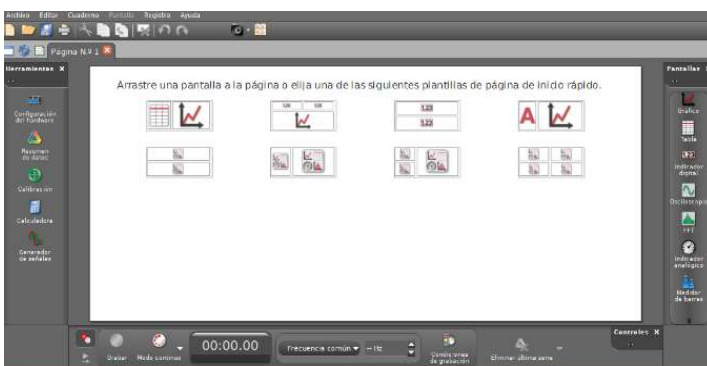
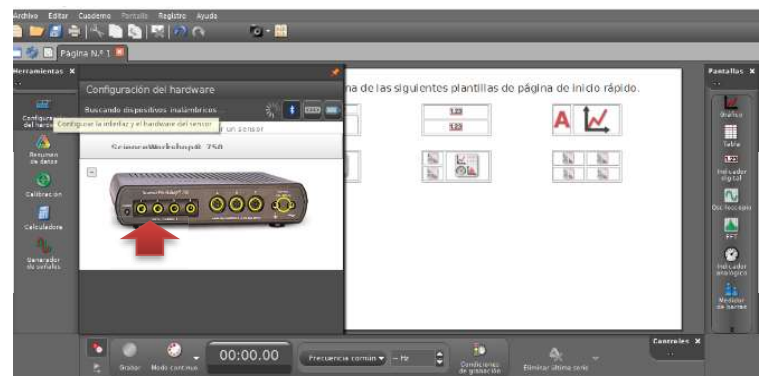

Figura No. 2
Figura No. 3
2. Encienda la computadora y la interfaz, espere a que cargue totalmente el sistema. Dé doble clic en el ícono **PASCO Capstone**, se mostrará una ventana como en la *Figura No. 2*. A continuación haga un clic en **<Configuración de hardware>** que se muestra en la *Figura No. 3*.
3. Ahora, dando un clic sobre el canal 1 de la figura de la interfaz (*Figura No. 3*) se despliega una lista de sensores (*Figura No. 4*) de la cual se debe seleccionar **<Sensor de movimiento II>** haciendo clic. El programa muestra que el sensor está conectado a la interfaz y listo para iniciar con el experimento (*Figura No. 5*). Vuelva a seleccionar **<Configuración del hardware>** para que desaparezca el menú desplegable.